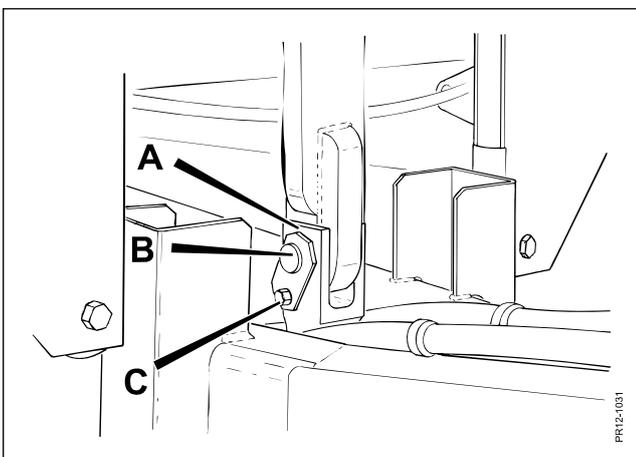

Fig. 4.13
- Fig. 4.13** Monter la nouvelle chape A. Positionner la cheville B à travers le support et la chape, et la fixer avec le boulon C.